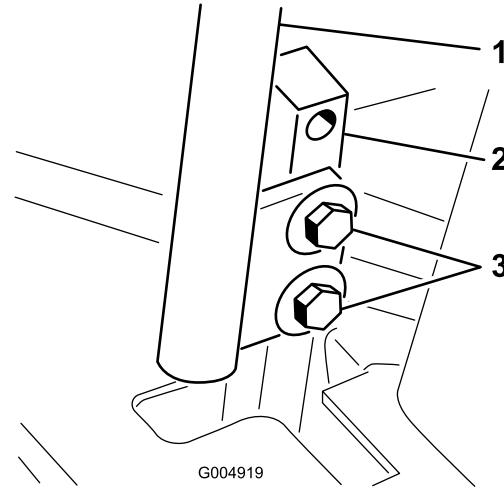

Bild 66
3. Lösen Sie die Schrauben, mit denen die Fahrantriebshebel befestigt sind (Bild 66).